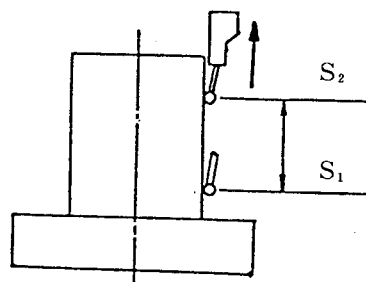

図 5-25
- (1) 測定物をテーブル上に取付ける。
- (2) 図5-25の様に真直度を測定する区間 S_1 、 S_2 の位置を定める。
- (3) 測定開始点 S_1 及び終点 S_2 での偏心または傾きによる測定部の検出力モニターメータの指針の振れがほとんど無くなるように、センタリング・チルチング調整を行う。